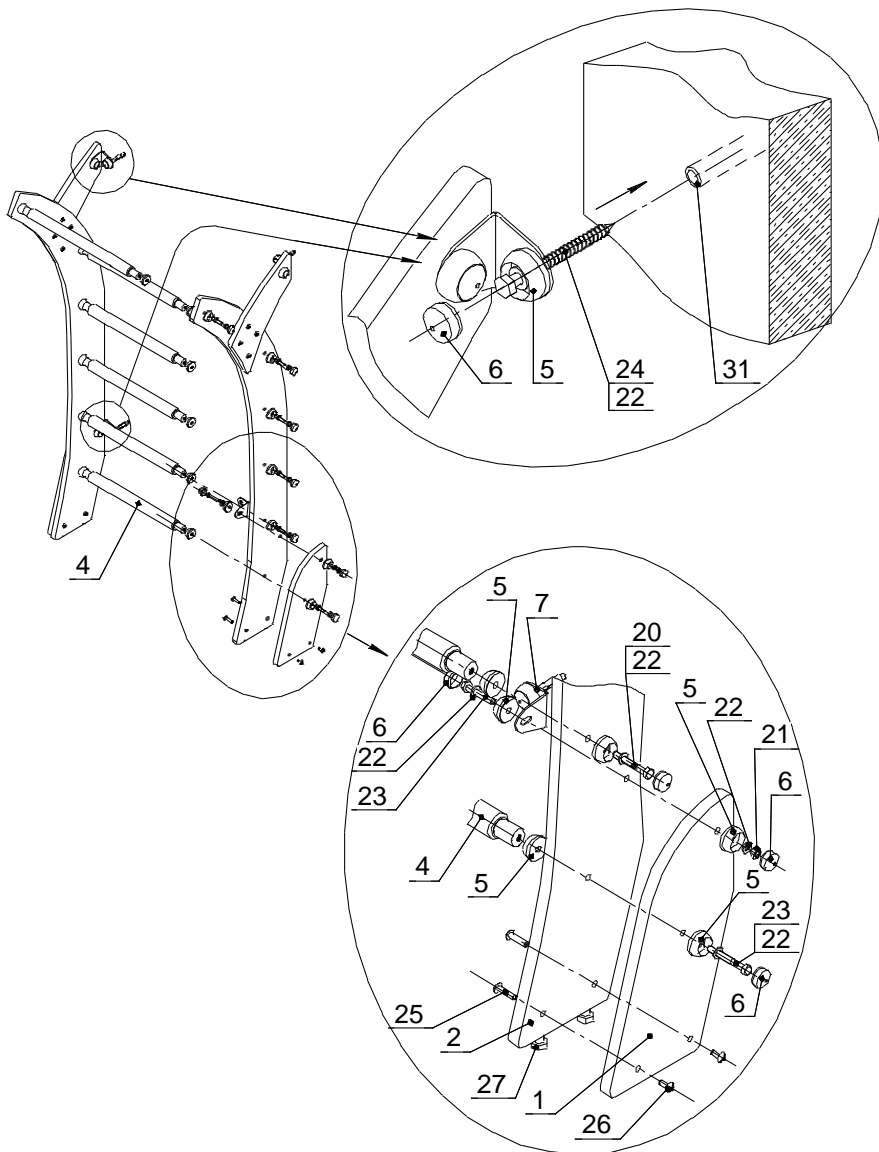

Рис. 3.
10.5.2 Собрать стойки с перекладинами и закрепить КОМПЛЕКС к стене (Рис. 3):